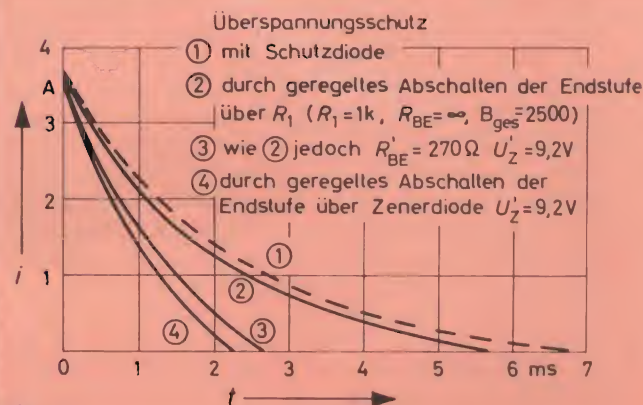

Fig. 11
Il grafico di fig. 11 indica l'andamento dei valori istantanei della corrente di disinserzione nel tempo riferiti ai diversi sistemi di protezione. La curva (1) si riferisce ad una protezione normale con diodo, è evidente la maggiore durata della corrente prima di estinguersi, la curva (2) è relativa al circuito con resistenze ( $R_1 = 1K$ ,  $R_{BE} = \infty$ ), le curve (3) e (4) si riferiscono ad una variante più efficace mediante l'impiego di un diodo Zener che limita il valore di  $V'_Z$  a 9,2 V.